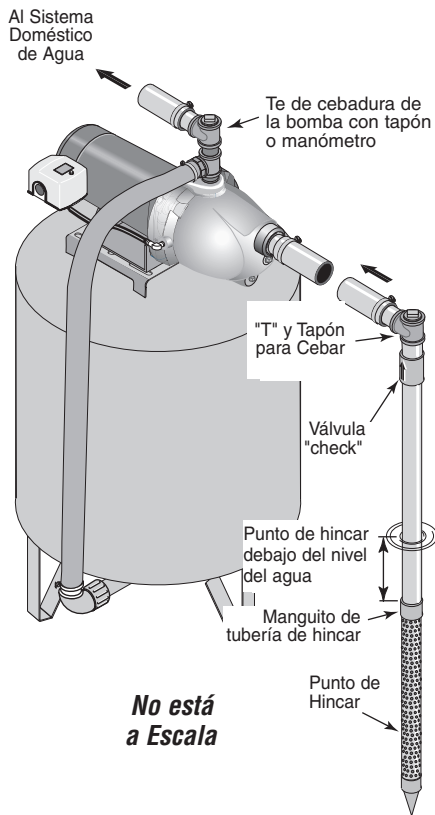

Figura 1 - Instalación del Punto de Hincar
## INSTALACION DEL PUNTO DEL POZO (PUNTO DE HINCAR) (Figura 1)
- Paso 3. Utilice el menor número de conexiones posible (especialmente codos) al conectar la tubería desde el punto del pozo al orificio de succión de la bomba. La tubería de succión debe ser por lo menos del mismo tamaño que el orificio de succión en la bomba (incluya una válvula "check" si su equipo no está equipado con una) - Vea la Figura 1. Soporte la tubería para que no haya inclinaciones verticales o hundimientos en ella a fin de que no se ejerza tensión sobre el cuerpo de la bomba y con el propósito de que no se incline ligeramente hacia arriba desde el pozo hacia la bomba (los puntos altos pueden ocasionar que se formen bolsas de aire que pueden bloquear la bomba). Selle las juntas de la tubería de succión con cinta de teflón o con un compuesto a base de teflón especial para las juntas de las tuberías. Las juntas deben de ser a prueba de agua y estar herméticamente cerradas. Si la tubería de succión pudiera succionar aire, la bomba no podría sacar agua del pozo. Si un punto de pozo no proporciona suficiente agua, considere la posibilidad de conectar dos o tres puntos de pozo a una tubería de succión.